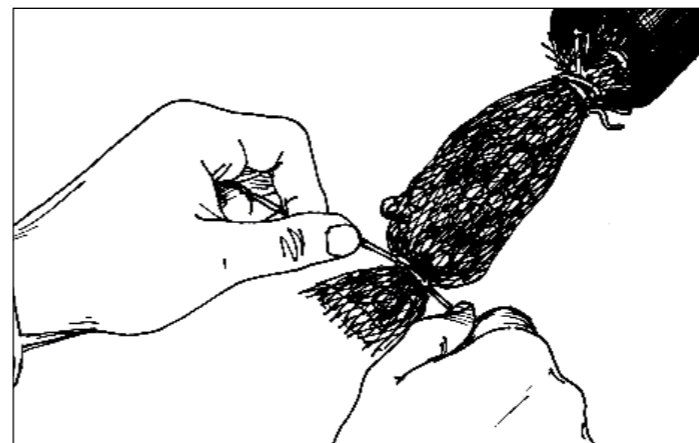

Рис. 4.6. Перевязка сетки безузловой
**4.10.** Далее на сrostок надвигают сетку безузловую, которую в двух местах скрепляют перевязкой из ниток (Рис. 4.6).